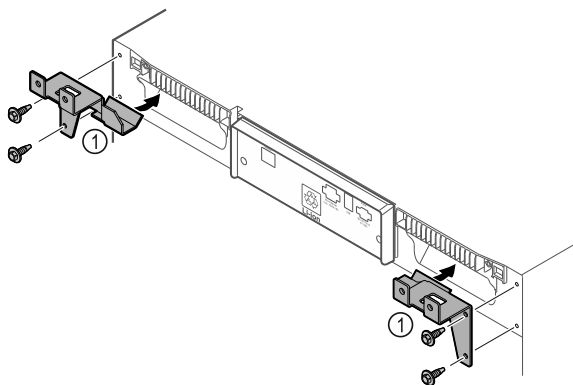

Fig. 9
- ▶ Zamontować części mocujące Fig. 9 (1) na urządzeniu przy użyciu dołączonych śrub.